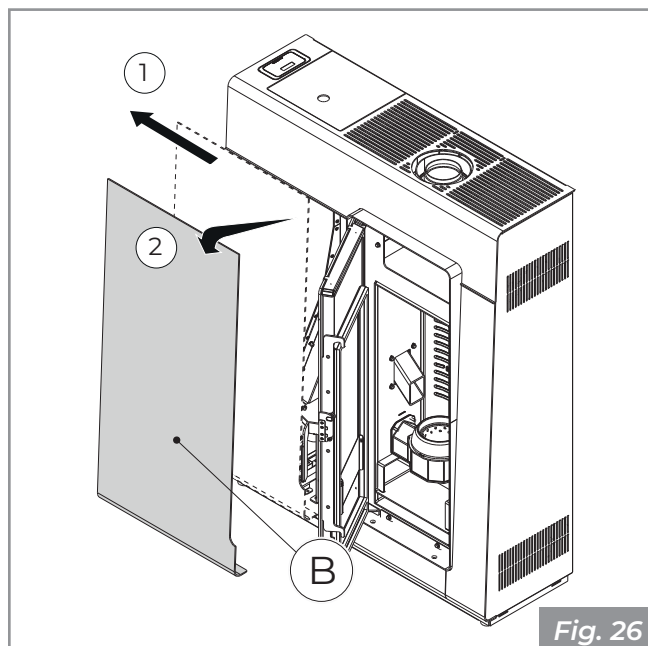

Fig. 26
- Togliere la vite interna alla porta che fissa il frontale, spingere il frontale a sinistra per sgan- ciarlo dai ganci di fissaggio inferiori e toglierlo (**B - Fig. 26**).